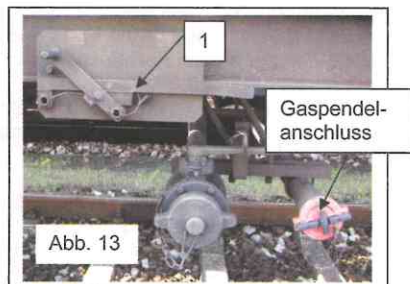

Abb. 13
Bei den in Abb. 13 und 14 dargestellten Betätigungseinrichtungen dienen die waagerechten Hebel (1) zur Transportsicherung. Der BV- Betätigungshebel zeigt auch den Schließzustand des Ventils an. Dieses Betätigungssystem wird häufig bei französischen EKW angewendet.